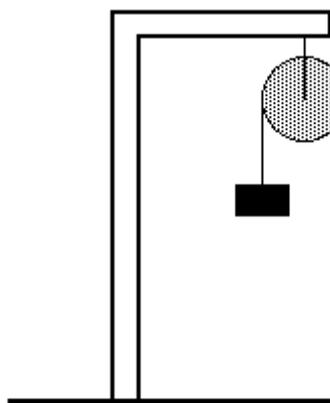

Figura 1
- 1) Usando o tripé, as hastes, as garras universais e o barbante, monte um suporte para fixar a roldana, conforme mostrado na figura 1.
A) Qual é a vantagem mecânica da montagem da figura 1?